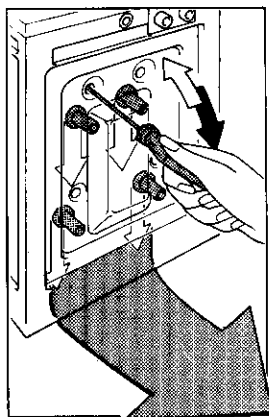

Fig. 3
- Pour faire tomber les 4 entretoises, non visibles, inclinez votre lave linge vers l'avant (éventuellement à l'aide d'un tournevis introduit dans les trous, aider ces entretoises à tomber (Fig. 3).